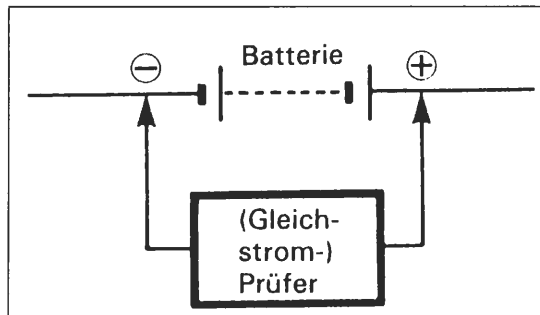

Bild 105
- Zur Messung der Regelspannung muss Batterie in gutem Zustand (Batteriespannung mindestens 12,8 V) und Motor auf Betriebstemperatur sein. Voltmeter an Batterie (positive Messspitze an Pluspol; negative an Minuspol) anschliessen (Bild 105). Drehzahl allmählich erhöhen. Spannung muss sich bei 5000/min auf mindestens 13,5 Volt einregeln.